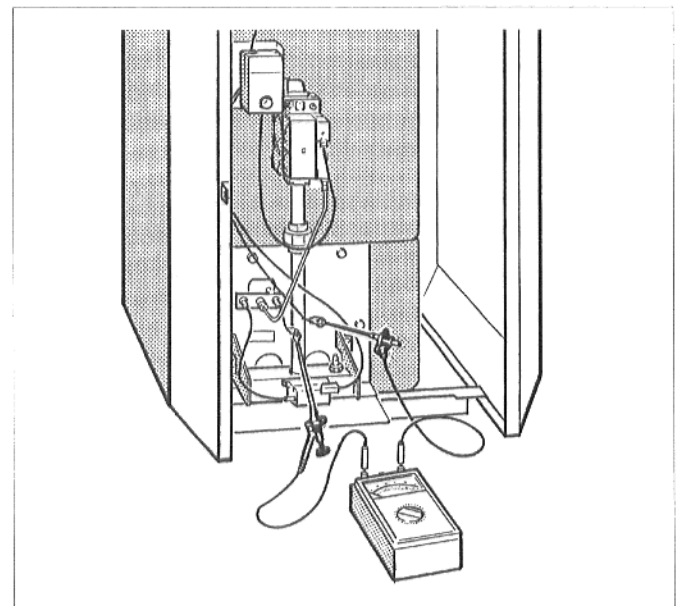

Abb. 28: Ionisationsstrom messen
- Meßgerät an Überwachungskabel und Überwachungselektrode in Reihe anschließen (Abb. 28). Am Meßgerät den μA -Gleichstrombereich wählen.